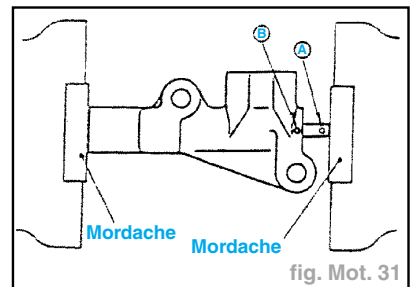

fig. Mot. 31
- placer le tendeur automatique bien horizontal et, dans cette position, le serrer dans l'étau à mâchoires souples (fig. Mot. 31),